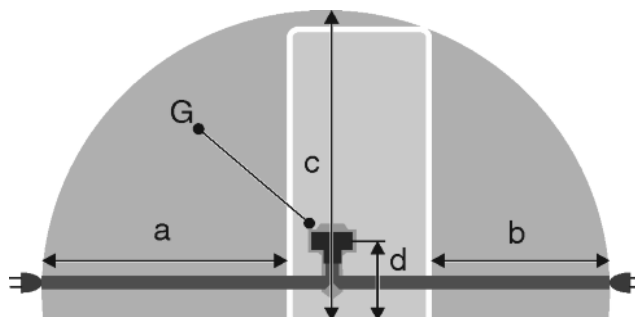

Fig. 23
- Розетка находится вне зоны задней стенки в данной зоне. Fig. 23 (a, b, c)
- ▶ Штекер устройства Fig. 23 (G) подсоединить с задней стороны устройства. Следить за правильной фиксацией.